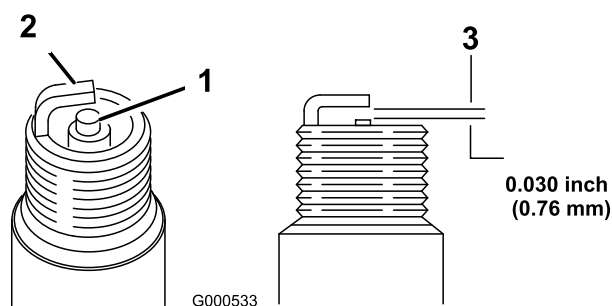

図 22
5. 電極間のすき間を 0.76 mm に調整する 図 22。